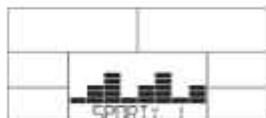

Рисунок 15
2. Используйте кнопки регулировки Up или Down для выбора спортивной программы 1-4 (рисунок 15). Нажмите кнопку подтверждения.